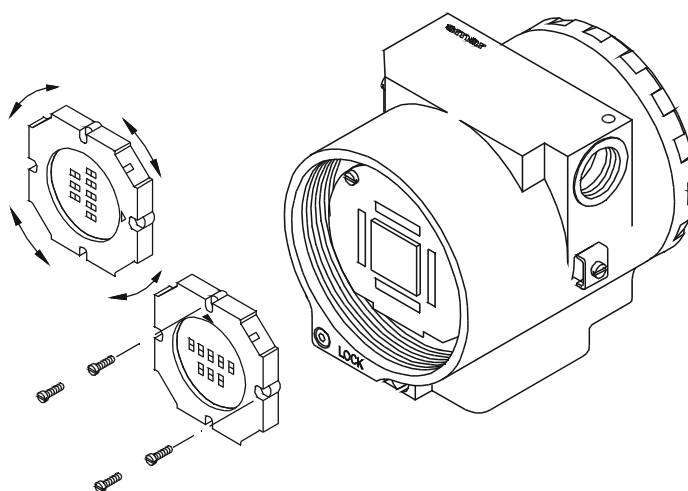

Figura 4.2 – Quatro Posições Possíveis do Display
Ligue os conectores da fonte de alimentação à placa principal. Caso tenha display, acople-o à placa principal, através de 4 parafusos (3). A montagem do display pode ser feita em qualquer das 4 posições possíveis (veja Figura 4.2). A marca "▲", em branco, inscrita no display, indica a posição superior do display.